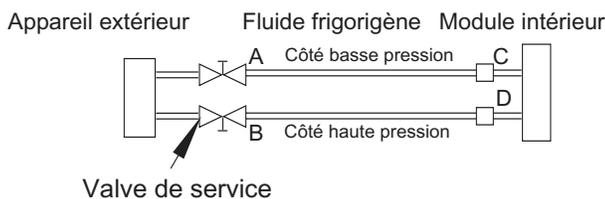

Fig. 20 – Valve de service
1. Serrez complètement les écrous évasés A, B, C et D, branchez le flexible de l'ensemble de manomètres à un orifice de charge de la valve de service côté basse pression (voir la figure 20).